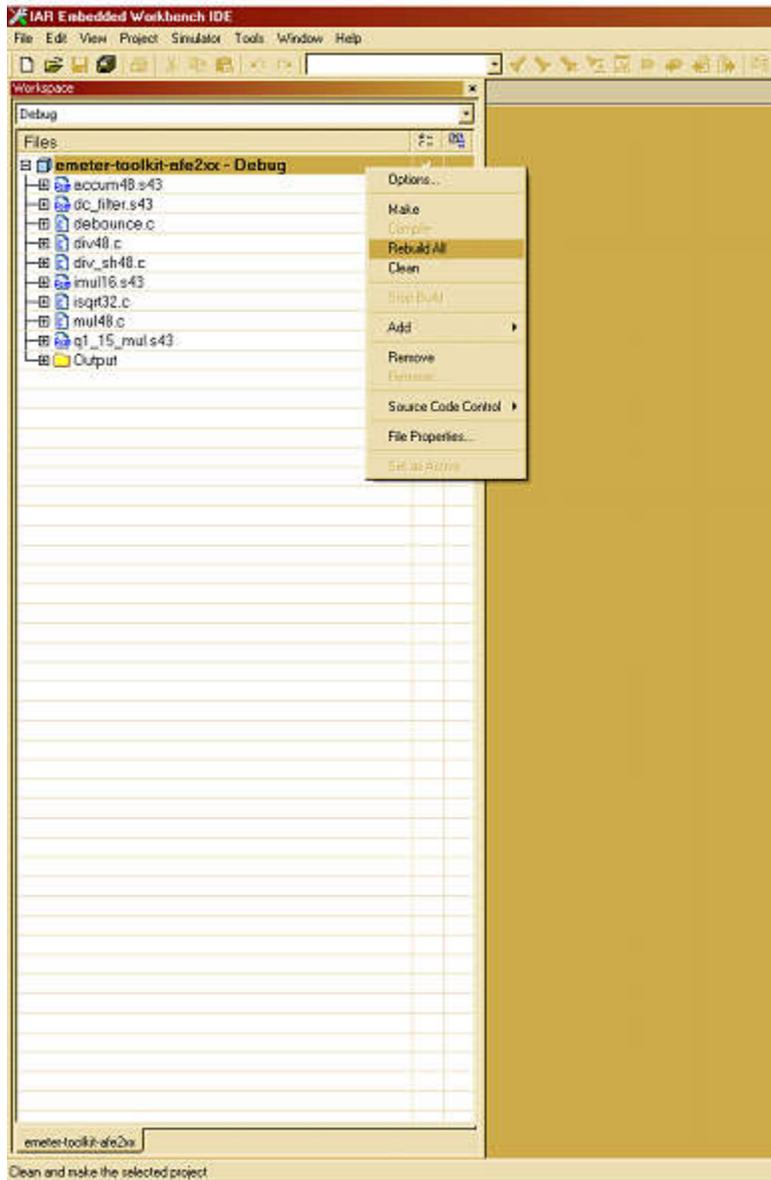

图 6-4. 在 IAR 中编译工具套件
1. 打开 IAR Embedded Workbench®，找到并加载工程 *emeter-toolkitafe2xx.ewp*，然后全部重建（参阅图 6-4）。